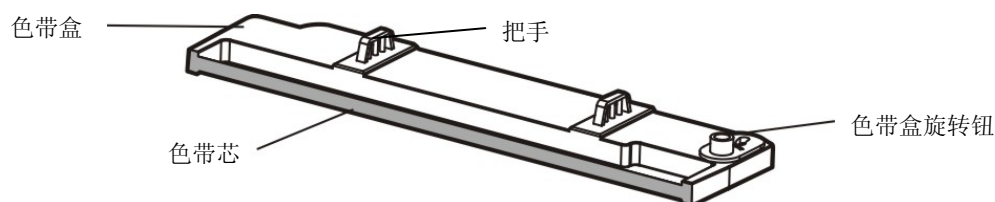

图 2-7 色带盒
3. 取出色带盒，将色带盒旋钮按箭头方向旋转，绷紧色带芯以便于安装（如图 2-7 所示）。